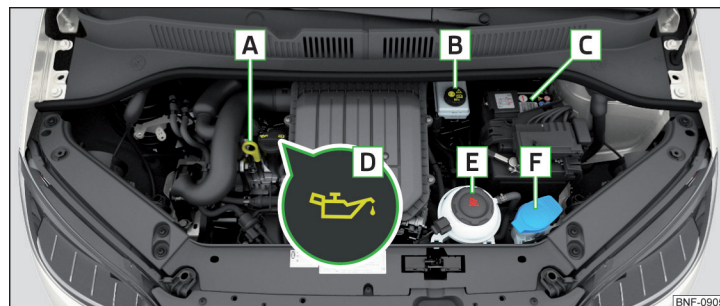

Fig. 139 Ejemplo de orden en el vano motor
- Desenrosque el tapón de la boca de llenado de aceite de motor **D** » fig. 139 de la pág. 122.